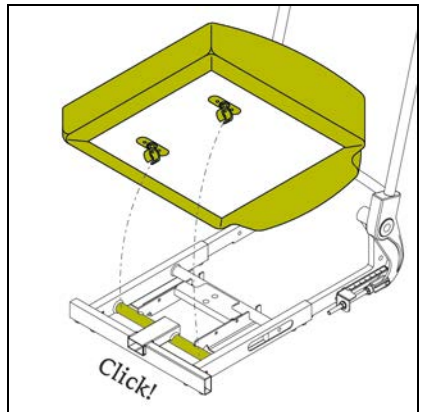

Abb. 3.2
##### Wieder einrichten (Abb. 3.2)
6. Rasten Sie den Sitz auf dem Sitzrahmen (Abb. 3.2) ein.